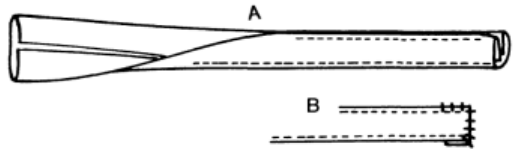

Рис. 296
#### ПЕТЛЯ-ВЕШАЛКА (РИС. 296)
2. Подогните ее дважды во внутрь, как показано на рис. 296 А, а затем прострочите вдоль каждого края.
— Загните ее концы на 6—7 см и прочно пришейте вручную в местах этих загибов (рис. 296 В).